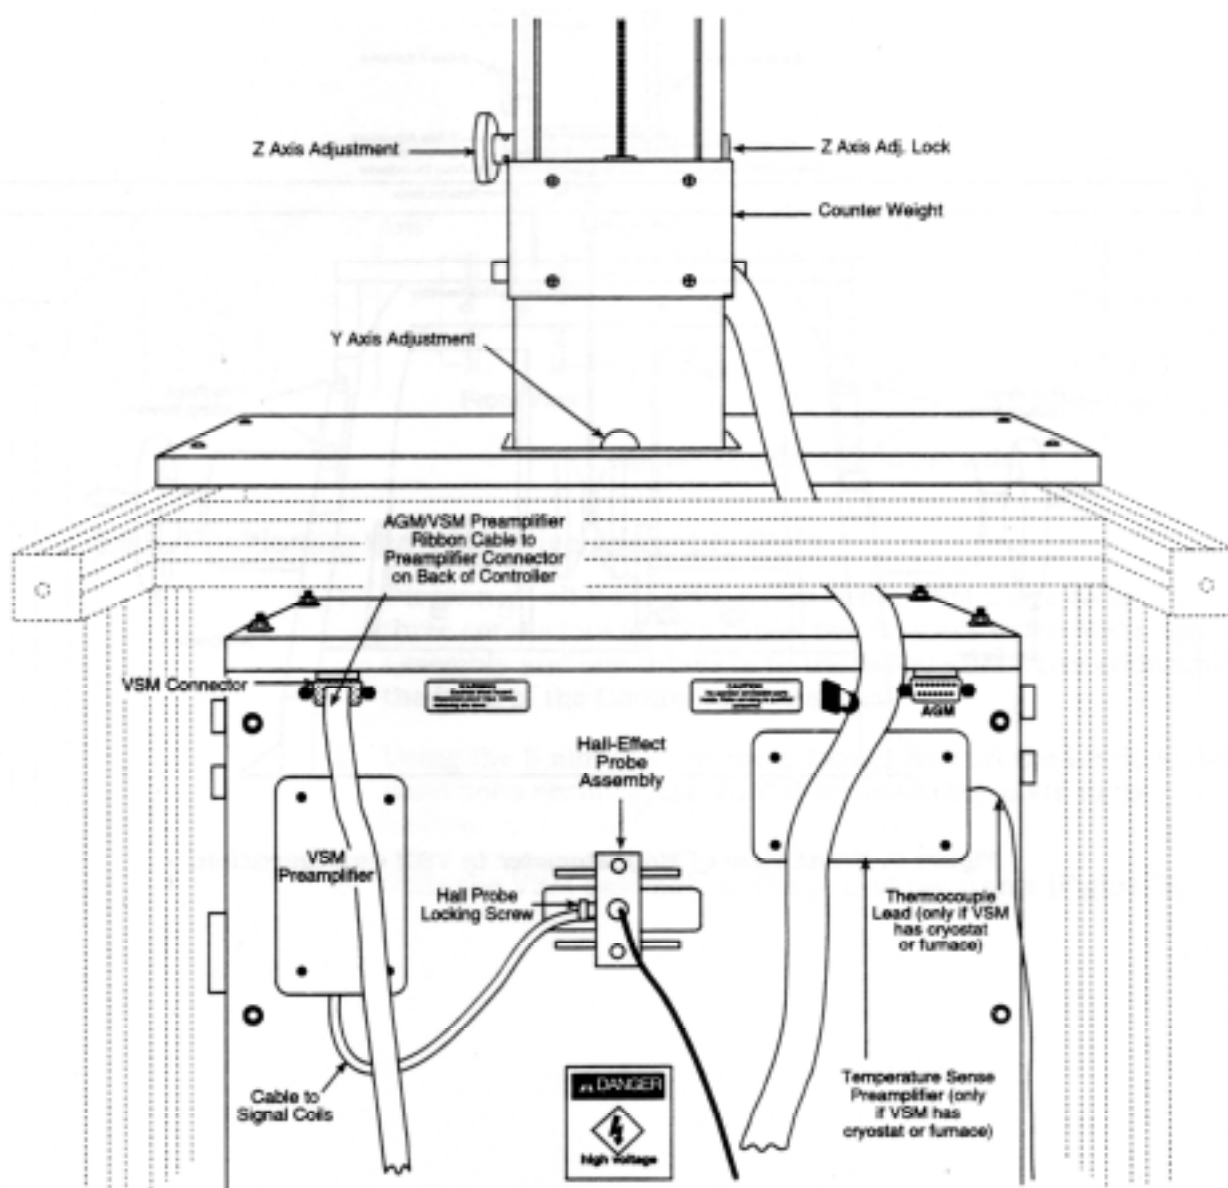

図 8 VSM のコンバージョンシステムの場合の背面
- 2、ホールプローブを固定しているボルト (Hall Probe Locking Screw 図8参照) を緩め、注意してホールプローブを後ろへ引き抜きます。取り外したホールプローブは、安全な場所に保管してください。変換作業が終了後、再度取り付けます。
- 2、図8(背面)を参考に、プローブの取付け位置を確認してください。
クライオスタットもしくはファーネスを使用する場合、図8に示すように背面に温度センサー用プリアンプが取り付けられています。温度制御する対象がオープンかクライオかに依存し、は、温度センサー用プリアンプが温度センサーのタイプ違いによって設定も変化し、それによりこのボードへのケーブル接続も変化します。第4章でこれについて取り上げます。